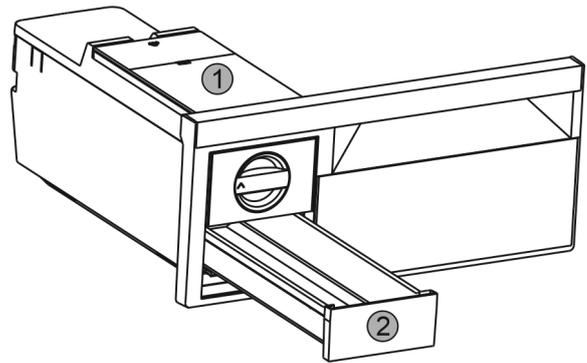

Fig. 25
- ▶ Wassertank Fig. 25 (1) und Eiswürfel-Schubfach Fig. 25 (2) entnehmen.